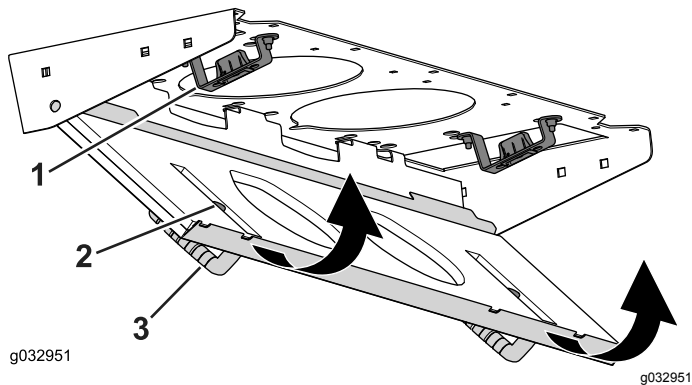

Figure 147
4. Faites pivoter le filtre sur les languettes jusqu'à ce que le pêne s'enclenche dans la gâche (Figure 147).